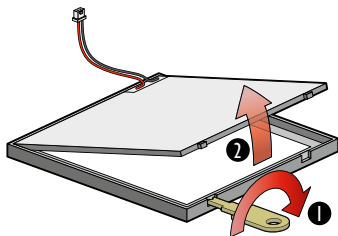

fig. 2
4. Je kunt het bijgeleverde blanco naamkaartje invullen en toevoegen aan het naamplaatje. Open het naamplaatje voorzichtig met een fijne schroevendraaier of het bijgeleverde sleuteltje (fig. 2).